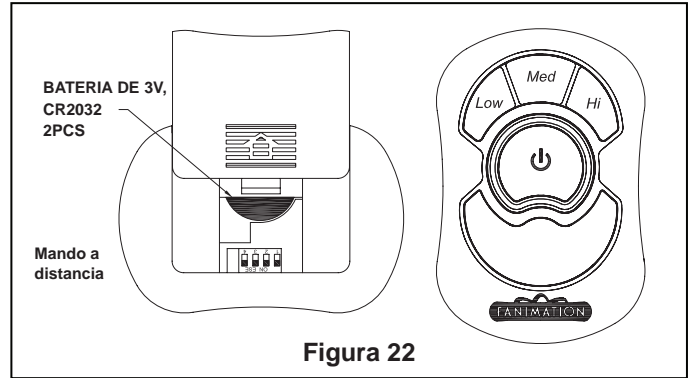

Figura 22
1. Funcionamiento y uso del transmisor remoto (Figura 22):